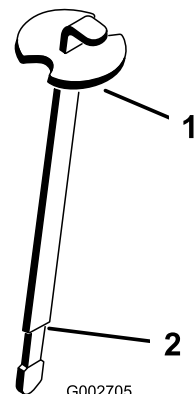

Bild 16
3. Entfernen Sie den Peilstab aus dem Einfüllstutzen und wischen ihn mit einem sauberen Lappen ab. Stecken Sie den Peilstab in den Einfüllstutzen und ziehen ihn dann heraus, um den Ölstand zu prüfen. Der Flüssigkeitsstand sollte bei der Marke am Peilstab liegen (Bild 16).